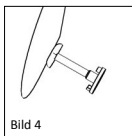

Bild 4
■ **Bild 4** Tolkens pistilliknande del fungerar inom ramen för mätningen som stöd på stigbygelnns fotplatta. Den taltriksliknande delen är avsedd att ligga mot trumhinnan. Vid bestämning av proteslängd, måste hänsyn tas till tjockleken av det transplanterade (t.ex. broskskiva) som senare ska fungera som underfoder vid trumhinnan. Då den optimala längden funnits, kan motsvarande längd ställas in på totalprotesen.